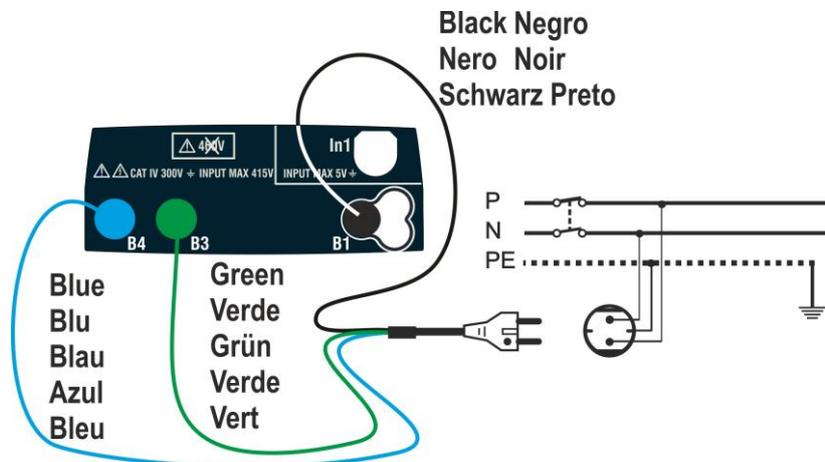
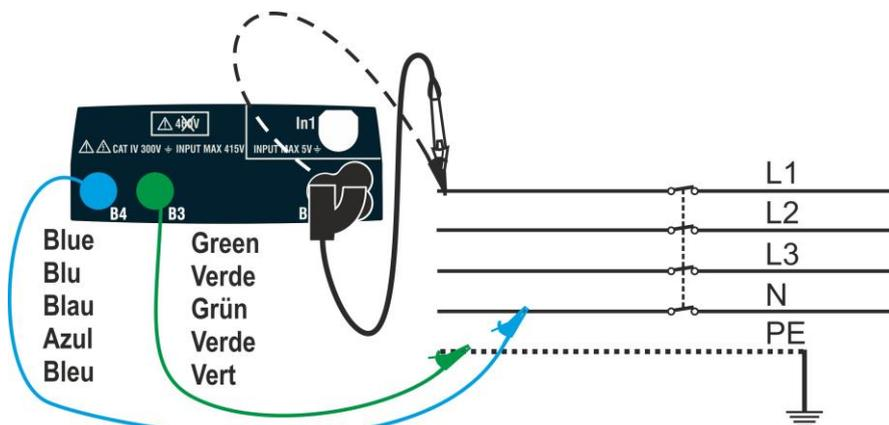

Fig. 8 : Connexion de l'instrument par câble avec prise Shuko
Fig. 9: Connexion à l'instrument avec des câbles individuels et une embout à distance
2. Insérer les connecteurs vert, bleu et noir du câble shuko à trois broches dans les conducteurs d'entrée B1, B3 et B4 correspondants de l'instrument. En alternative, utiliser les câbles individuels et appliquer les pinces crocodiles respectives aux extrémités libres des câbles. Il est possible aussi d'utiliser le câble à distance en insérant son connecteur multipolaire dans le câble d'entrée B1. Brancher la fiche Shuko, les pinces-crocodiles ou l'embout à distance au secteur électrique conformément à la Fig. 8 ou Fig. 9